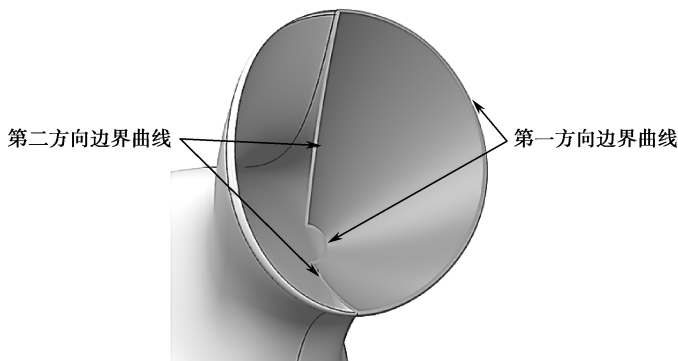

图 7-66 瓶口曲面“边界混合 2”
(5) 单击【模型】→【曲面】模块的 按钮，选择瓶口曲线和“草绘 8”作为第一方向边界曲线；选择两条“草绘 9”中的曲线作为第二方向边界曲线，并将两条第二方向边界曲线处的约束条件设置为垂直，得到瓶口曲面“边界混合 2”，如图 7-66 所示。